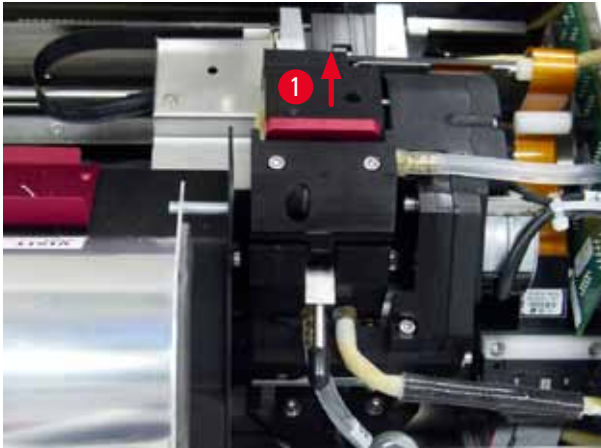

Fig. 49
2. Printheadet (→ "Fig. 49-1") kører opad til en position ca. 1 cm fra tætningskanten (→ "Fig. 49").